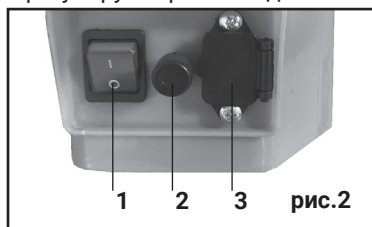

рис.2
Отрегулируйте рабочее давление с помощью регулятора давления (рис.2 поз.2).
- включить выключатель (рис.2 поз.1);